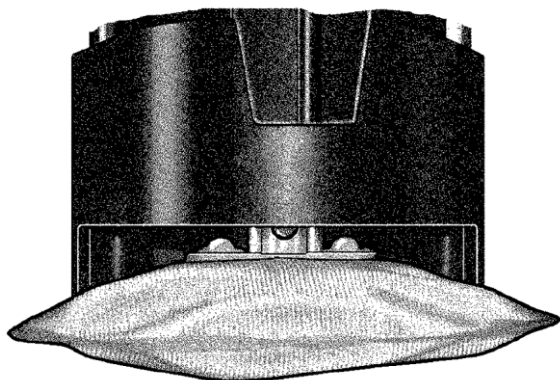

Рис. 1.3-05. Фиксатор электробензонасоса
2.Используя специальное приспособление, плавно насадить сетчатый фильтр усилием не менее 100 Н на его наружную поверхность. Фильтр должен быть напрессован до упора штуцера в насосную секцию электробензонасоса, не допуская повреждения лепестков фиксатора кронштейна. Приспособление при этом не должно касаться крышки корпуса контактов электробензонасоса, в которую встроен электрический разъем. Чтобы проверить правильность установки сетчатого фильтра, необходимо убедиться в том, что фиксатор электробензонасоса выступает за край штуцера сетчатого фильтра на расстояние около 1 мм (рис. 1.3-05).